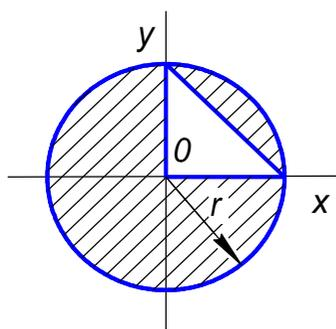

Рис.1.36
1.44. Определить координату  $x_C$  центра тяжести заштрихованной площади фигуры, если радиус  $r = 2$  м (рис.1.36).